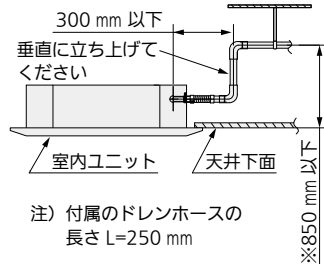

図12
- ドレン配管高さは天井下面より850 mmを限度として上げることができます。特性上ドレンアップ高が高いほど排水音が低くなります。このためドレンアップ配管高さは300 mm以上を推奨します。(※絶対に850 mmより高くしないでください)(図12)